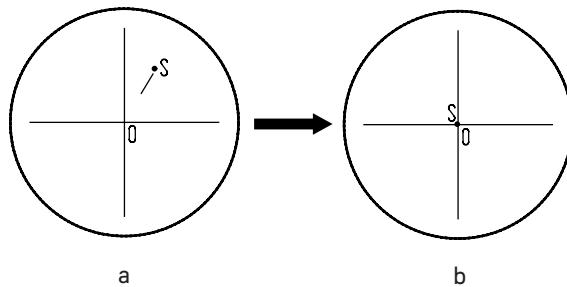

Рис. 17. Настройка канала визуализации
- Установите рукоятку переключения светового потока **4** в положение для наблюдения через окуляры и камеру. Наблюдая объект через окуляры, найдите отличительную точку в поле зрения (легко идентифицируемую цель, такую как точка S на рис. 17а), переместите объект на предметном столике так, чтобы данная точка находилась в центре поля зрения как показано на рис. 17б. Для этой процедуры вместо обычного препарата удобно использовать специальный калибровочный слайд с перекрестьем, а вместо обычного окуляра – окуляр с перекрестьем.